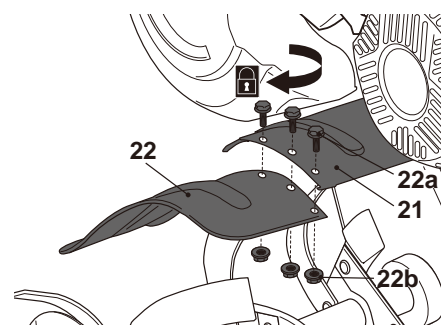

Fig. 4
- > Alinhe os orifícios na extensão da proteção (22) com os orifícios na proteção fixa (21) e fixe com parafusos (x3) (22a) e porcas (x3) (22b) utilizando duas chaves (Fig. 4).